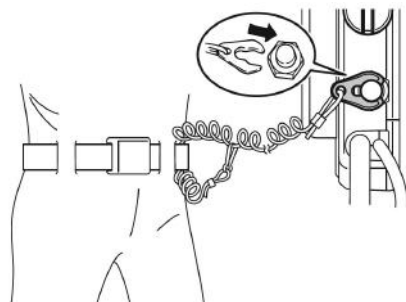

Рис. 34 Установка чеки безопасности
4. Подсоедините шнур чеки безопасности к специальному крепежу на одежде (спасательном жилете), либо к руке или ноге. Подсоедините чеку безопасности к аварийному выключателю (Рис. 34).